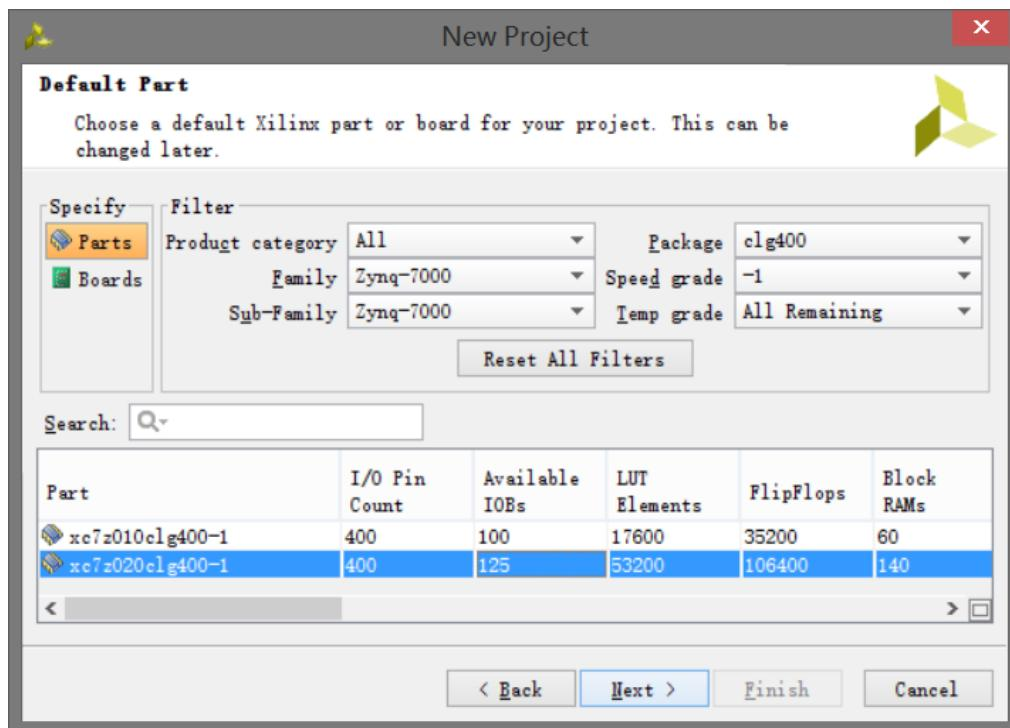

图 4-2-14 器件选型
- (4) 选择项目类型表单的 RTL Project 选项，不要勾选 Do not specify sources at this time 复选框以便添加源文件，然后单击 Next；
- (5) 使用下拉按钮，选中 Verilog 作为目标文件和仿真语言；
- (6) 点击添加 Add Files 按钮，浏览到刚刚我们 Robei 项目的目录下打开 Verilog 文件夹，选择 qadd.v，单击 Open，然后单击 Next 去添加现有的 IP 模型；
- (7) 由于我们没有任何的 IP 添加，单击 Next 去添加约束形成；
- (8) 在添加约束文件界面，点击 Add Files，找到并选择刚才生成的 constrain 文件夹下的 qadd_constraint.xdc 文件，并点击确定；
- (9) 在器件选择窗口中，按照图 4-2-14 所示设置 Filer 中的选项，然后在 Parts 中选择 XC7Z010CLG400-1，单击 Next；
- (10) 单击 Finish，本 Vivado 项目创建成功。